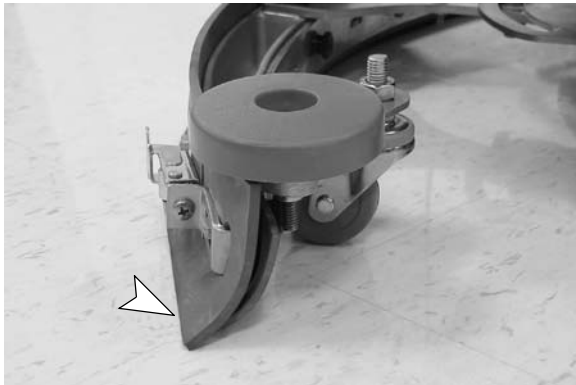

FIG. 40
3. Durant le fonctionnement de la machine avec les roulettes réglées correctement, les lames de racler doivent avoir une déflexion comme illustré (Figure 40).